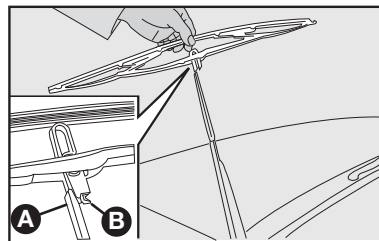

fig. 26
Substituição das palhetas do limpador do para-brisa – fig. 26
- 2) Tirar a palheta apertando a trava **B** – fig. 26 na haste **A** e simultaneamente empurrando-a para baixo, a seguir, desengatar a palheta da haste **A**.